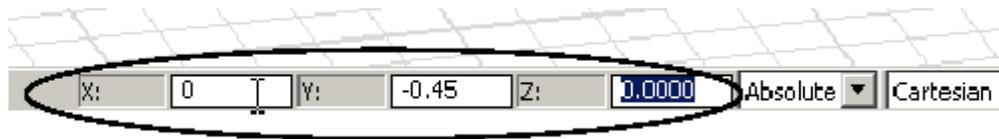

Рис. 7.8. Внесение координат в поле черчения
- b. Впечатайте 0 в поле **X** (рис. 7.8) , и затем нажмите **Tab**, чтобы двигаться в поле **Y**.